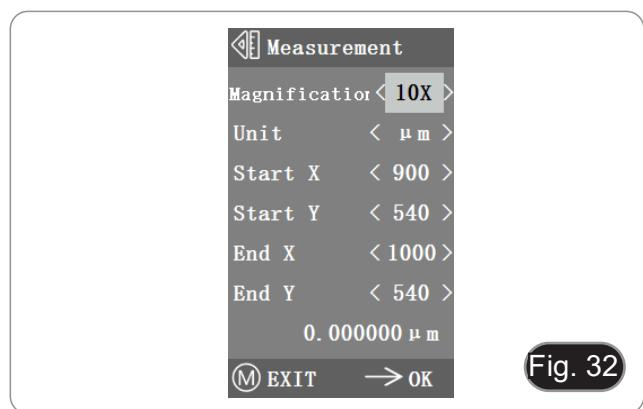

Fig. 32
- 3. Déplacez le point de départ et d'arrivée de la position X et Y en appuyant sur ← et →: la longueur de la mesure s'affiche en temps réel. (Fig. 32)